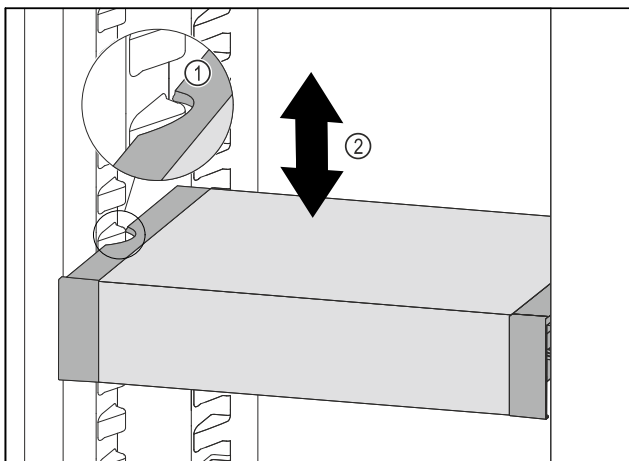

Fig. 58
- Tirare VarioSafe in avanti fino a quando le cavità laterali di VarioSafe non si trovano al livello della nervatura del contenitore nel vano frigorifero. Fig. 58 (1)
- Spostare VarioSafe verso l'alto o verso il basso nel vano frigorifero fino a raggiungere l'altezza desiderata. Fig. 58 (2)